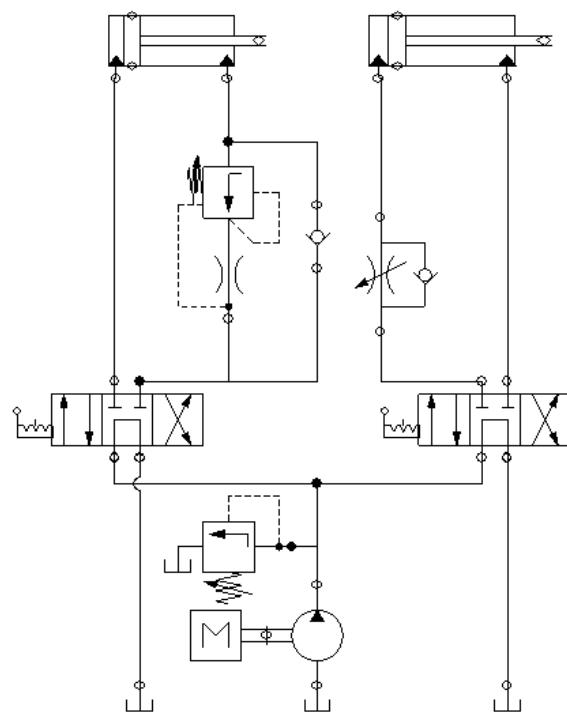

Figure 2
2) Le schéma ci-dessous (**Figure 2**) représente le circuit d'une installation hydraulique utilisée pour commander manuellement deux vérins.
- b) Simuler l'installation de la figure 2.